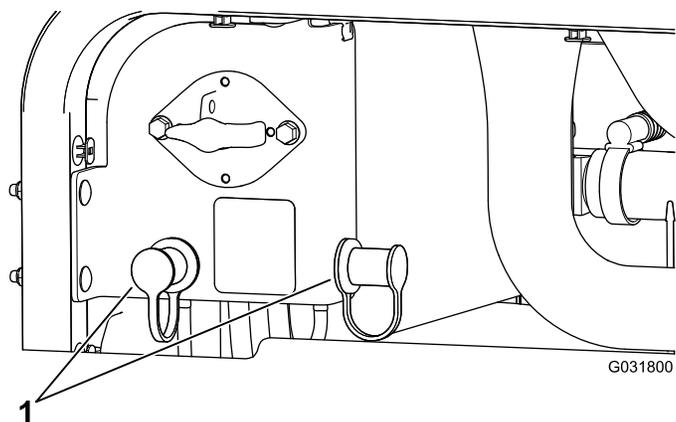

Рисунок 97
3. Снимите крышки со штырей запуска от внешнего источника (Рисунок 97).